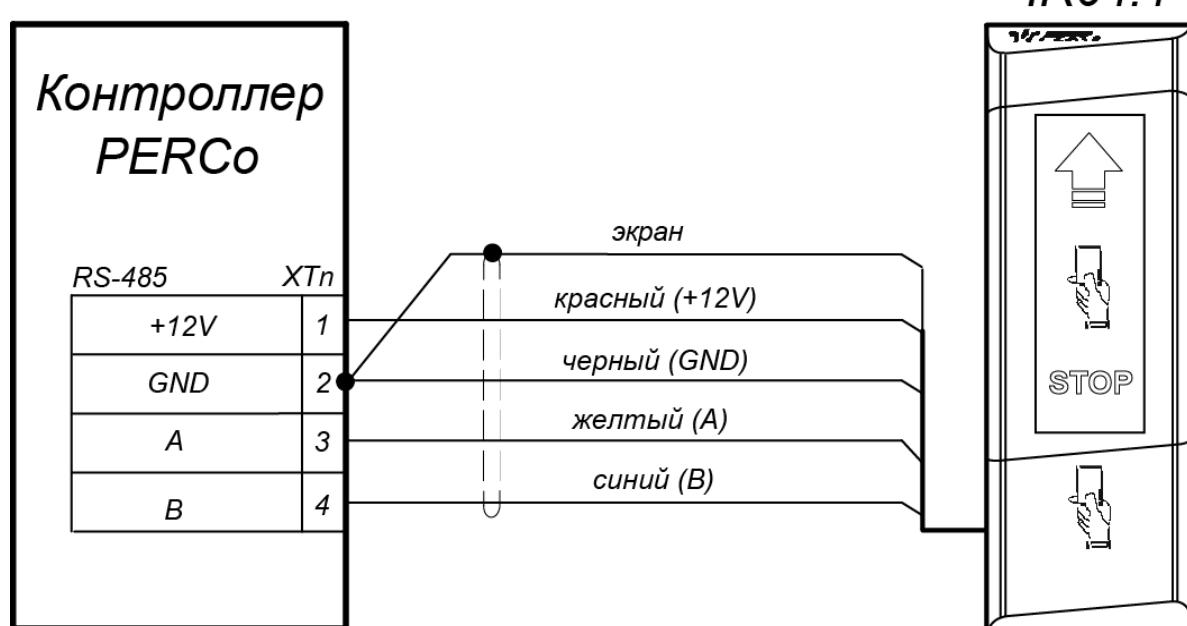

Рисунок 5. Схема подключения считывателя к контроллеру PERCo
7. Проложите кабель, закрепите его и подключите к контроллеру ***PERCo*** (схему подключения смотри на рис. 5 и в руководстве по эксплуатации на соответствующий контроллер). Удлинение соединительного кабеля считывателя производится в соответствии с требованиями разд. 6.2, при этом сигнальные линии А и В интерфейса *RS-485* должны идти в одной витой паре (по симметричному каналу).